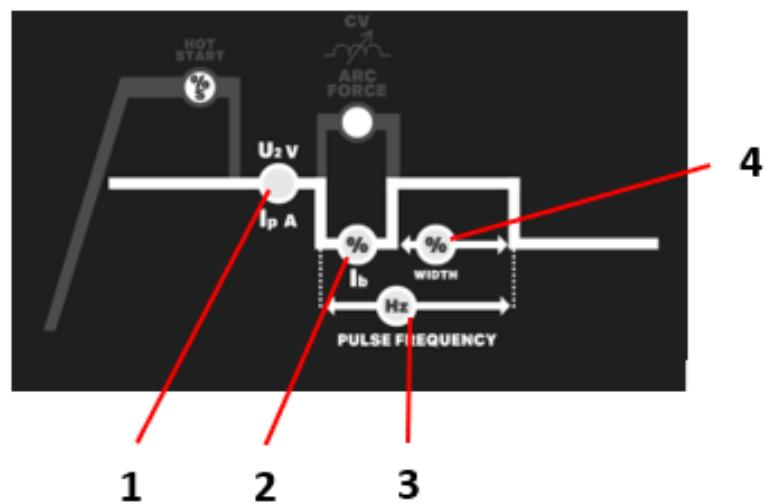

Fig. 3 – LIFTIG parámetros
**Soldadura LIFTIG****Para DC 164 e DC 204** (Ver los Artículos de la Fig. 3 A)
Soldadura LIFTIG**Para DC 224** (Ver los Artículos de la Fig. 3 B)